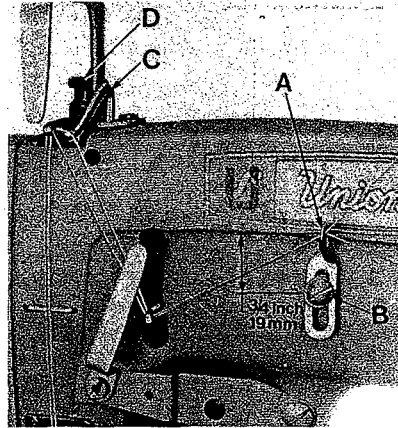
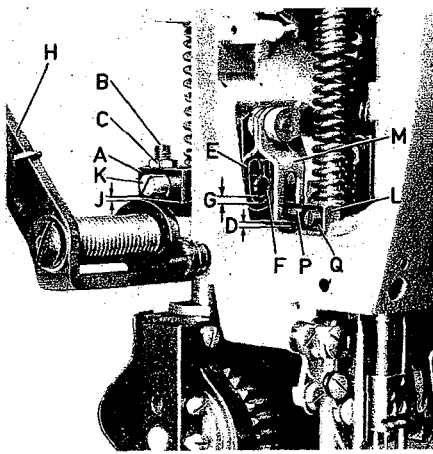

Fig. 30
Fig. 30A
Set the needle thread frame eyelet hole (A, Fig. 30) 19 mm = 3/4 inch above the center of mounting screw (B, Fig. 30). Lower it for more needle thread, raise it for less needle thread in the stitch. Set the needle thread take-up wire (C, Fig. 30) as low as possible. Raising the take-up wire increases the needle thread loop.
Stellen Sie die Nadelfadenführung am Gehäuse (A, Fig. 30) 19 mm hoch zur Mitte der Befestigungsschraube (B, Fig. 30) ein. Wird die Fadenführung tiefer gestellt bekommen Sie mehr Nadelfäden in die Naht. Durch Höherstellen erreichen Sie das Gegenteil. Stellen Sie den Nadelfadenabzug (C, Fig. 30) so tief wie möglich. Wird der Nadelfadenabzugsbügel nach oben gestellt, wird die rechte Nadelfaden-schlinge größer.
Insert a ply of fabric between upper and lower puller roller. Loosen screw (S, Fig. 30 C) then set the puller presser bar collar (A, Fig. 30 A) by means of adjusting screw (B, Fig. 30 A) so, that the distance (J, Fig. 30 A) between screw (K, Fig. 30 A) and hand lever (H, Fig. 30 A) is 0,2 - 0,5 mm (.008 - .020 inch), at the same time the upper puller roller must rest upon fabric. Secure screw (B, Fig. 30 A) with nut (C, Fig. 30 A). Retighten screw (S, Fig. 30 C).
Set the presser bar connection and guide (L, Fig. 30 A) so that puller roller and presser foot are lifted simultaneously when actuating the presser foot lifter lever and the presser foot is resting on the throat plate.
Legen Sie eine Lage zwischen die obere und untere Pullerrolle. Lösen Sie die Schraube (S, Fig. 30 C) dann stellen Sie den Mitnehmer (A, Fig. 30 A) mit der Stellschraube (B, Fig. 30 A) so ein, daß der Abstand (J, Fig. 30 A) zwischen Schraube (K, Fig. 30A) und dem Handhebel (H, Fig. 30 A) 0,2 - 0,5 mm beträgt, dabei muß die obere Pullerrolle auf dem Stoff aufliegen. Stellen Sie mit der Mutter (C, Fig. 30 A) die Schraube (B, Fig. 30 A) fest. Ziehen Sie die Schraube (S, Fig. 30 C) wieder an.
Die Drückerfußverbindung und Führung (L, Fig. 30 A) muß so gestellt werden, daß beim Betätigen des Drückerfuß-Lifterhebels Drückerfuß und Pullerrolle gleichzeitig angehoben werden, wenn der Drückerfuß auf der Stichplatte aufliegt.
Insert a ply of fabric between upper and lower puller roller. Loosen screw (S, Fig. 30 C), set the puller presser bar collar (A, Fig. 30 A) by means of adjusting screw (B, Fig. 30 A) so, that the distance (J, Fig. 30 A) between screw (K, Fig. 30 A) and hand lever (H, Fig. 30 A) is 0,2 - 0,5 mm (.008 - .020 inch), at the same time the upper roller must rest upon fabric. Secure screw (B, Fig. 30 A) with nut (C, Fig. 30 A). Retighten screw (C, Fig. 30 C). Set link (E, Fig. 30 A) by changing the length of the tractor cable (R, Fig. 30 B) so that the distance (G, Fig. 30 A) between link (E, Fig. 30 A) and screw (F, Fig. 30 A) is 0,5 - 1 mm (.020 - .040 inch).
Now set presser bar connection and guide (L, Fig. 30 A) so that the distance (D, Fig. 30 A) between link (M, Fig. 30 A) and screw (P, Fig. 30 A) is 0,5 - 1 mm (.020 - .040 inch) when the presser foot is resting on the throat plate.
For making this adjustment turn the handwheel in operating direction until the needle bar is in its lowest position and loosen screw (Q, Fig. 30 A). Then, while holding the presser foot down on the throat plate surface, pry up the presser bar connection and guide (L, Fig. 30 A) with a screwdriver to obtain the required setting. Retighten screw (Q, Fig. 30 A).
The presser foot must rest on the throat plate, when the upper puller roller is lifted with the hand lever (H, Fig. 30 A).
Regulate the presser spring regulating screw (D, Fig. 30) so that it exerts only enough pressure on the presser foot to feed the work uniformly. The regulating screw is located directly behind the needle bar in the head of the machine. The pressure exerted by the presser spring should be slightly more than the pressure exerted by the spring for the presser foot yielding section. Turning the regulating screw clockwise increases the pressure, counterclockwise decreases the pressure.
Legen Sie eine Lage Stoff zwischen die obere und untere Pullerrolle. Lösen Sie die Schraube (S, Fig. 30 C), dann stellen Sie den Mitnehmer (A, Fig. 30 A) mit der Stellschraube (B, Fig. 30 A) so ein, daß der Abstand (J, Fig. 30 A) zwischen Schraube (K, Fig. 30 A) und Handhebel (H, Fig. 30 A) 0,2 - 0,5 mm beträgt, dabei muß die obere Pullerrolle auf dem Stoff aufliegen. Stellen Sie mit der Mutter (C, Fig. 30 A) die Schraube (B, Fig. 30 A) fest. Ziehen Sie die Schraube (S, Fig. 30 C) wieder an. Die Lasche (E, Fig. 30 A) wird durch Veränderung der Länge des Zugseils (R, Fig. 30 B) so eingestellt, daß der Abstand (G, Fig. 30 A) zwischen Lasche (E, Fig. 30 A) und Schraube (F, Fig. 30 A) 0,5 - 1 mm beträgt.
Die Drückerfußverbindung und Führung (L, Fig. 30 A) wird nun so eingestellt, daß bei auf der Stichplatte aufliegendem Drückerfuß, der Abstand (D, Fig. 30 A) zwischen Lasche (M, Fig. 30 A) und Schraube (P, Fig. 30 A) 0,5 - 1 mm beträgt.
Zum Einstellen drehen Sie das Handrad in Nährichtung, bis die Nadelstange in der untersten Stellung ist und lösen die Schraube (Q, Fig. 30 A). Während Sie nun den Drückerfuß auf die Stichplatte herunterdrücken, heben Sie mit einem Schraubendreher die Drückerfußverbindung und Führung (L, Fig. 30 A) in die gewünschte Stellung. Ziehen Sie die Schraube (Q, Fig. 30 A) wieder an.
Der Drückerfuß muß auf der Stichplatte aufsitzen, wenn die obere Pullerrolle mit dem Handhebel (H, Fig. 30 A) angehoben wird.
Stellen Sie die Drückerfuß-Regulierschraube (D, Fig. 30) so ein, daß gerade so viel Druck auf dem Drückerfuß ist, daß ein gleichmäßiger Transport gewährleistet wird. Die Regulierschraube ist direkt hinter der Nadelstange auf dem Maschinenarm. Der Druck den die Drückerfußfeder erzeugt, sollte gerade etwas größer sein als der Druck den die Feder für das Drückerfußseitenteil erzeugt. Drehen der Regulierschraube im Uhrzeigersinn verstärkt den Druck, drehen entgegen dem Uhrzeigersinn bewirkt das Gegenteil.
For adjusting puller roller motion loosen nut (A, Fig. 30 E). Turning screw (B, Fig. 30 E) clockwise decreases the puller roller motion, turning it counterclockwise increases the motion. Tighten nut (A) after making this adjustment.
The puller brake is adjusted in the factory. If it is necessary to readjust it, remove screw (A, Fig. 30 D), loosen nut (B, Fig. 30 D) and screw (E, Fig. 30 D) and set the puller brake by means of nut (C, Fig. 30 D) until the lever (D, Fig. 30 D) can be moved with a force of 25 N (5,5 lbf.). Retighten all screws and nuts after making this adjustment. Make sure that nut (C) does not turn while tightening nut (B).
Zum Einstellen des Pullertransportwegs lösen Sie die Mutter (A, Fig. 30 E). Drehen der Schraube (B, Fig. 30 E) im Uhrzeigersinn verkleinert den Pullertransportweg, drehen im Gegenuhrzeigersinn vergrößert ihn. Ziehen Sie die Mutter (A) nach dieser Einstellung wieder an.
Die Pullerbremse wird im Werk eingestellt. Wird eine Neueinstellung notwendig, entfernen Sie die Schraube (A, Fig. 30 D), lösen Sie die Mutter (B, Fig. 30 D) und die Schraube (E, Fig. 30 D) und stellen Sie mit der Mutter (C, Fig. 30 D) die Pullerbremse so ein, daß der Hebel (D, Fig. 30 D) mit einer Kraft von 25 N bewegt werden kann. Ziehen Sie nach dieser Einstellung alle Schrauben und Muttern wieder an. Beachten Sie beim Festziehen der Mutter (B) daß die Mutter (C) nicht mehr gedreht wird.